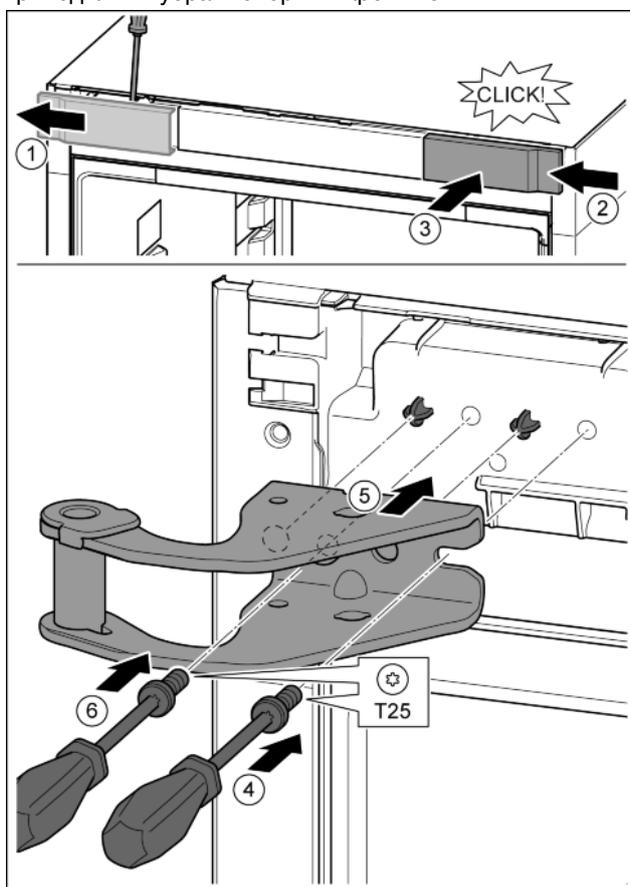

Fig. 14
- ▶ Крышку отсоединить с помощью отвертки и убрать в сторону. Fig. 14 (1)
- ▶ Навесить крышку, повернув ее на 180°, справа с другой стороны. Fig. 14 (2)
- ▶ Крышку зафиксировать. Fig. 14 (3)
- ▶ Установить винт отверткой T25. Fig. 14 (4)
- ▶ Установить верхний опорный кронштейн. Fig. 14 (5)
- ▶ Затянуть винт. Fig. 14 (6)
- ▶ Вставить и затянуть винт отверткой T25. Fig. 14 (6)